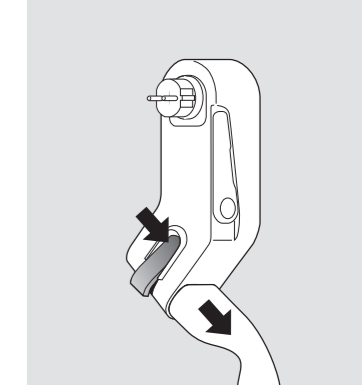

Fig. 3: Desbloquear la salida Tipo 2
2. Desenchufar el Mobility Dock (A) de la toma de alimentación.
3. Desbloquear (D) el soporte de pared (E) y llevarlo a la posición inicial.
4. Si es necesario, desbloquear el enchufe de carga con la palanca naranja (B) y desenchufarlo (ver fig.3).